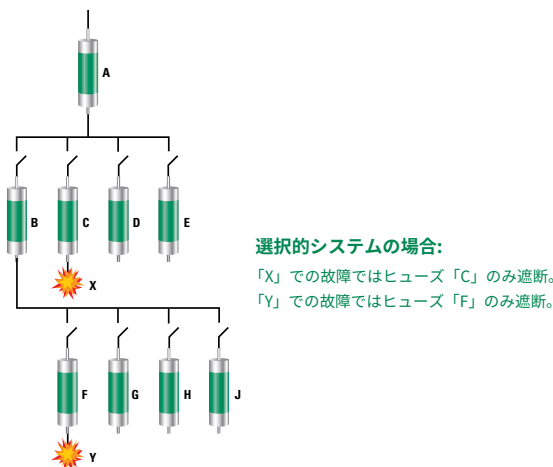

図 15 – 選択的協調の例
**選択的協調** (図 15を参照。) – 選択的に協調されたシステムにおいて、過電流側配線上の保護装置のみ遮断する機能。上流の保護装置は閉じたままとなります。その他全ての機器は稼働し続けるので、過負荷が発生した機器や短絡発生個所の特定がし易くなります。詳しくは「選択的協調」をご参照ください。